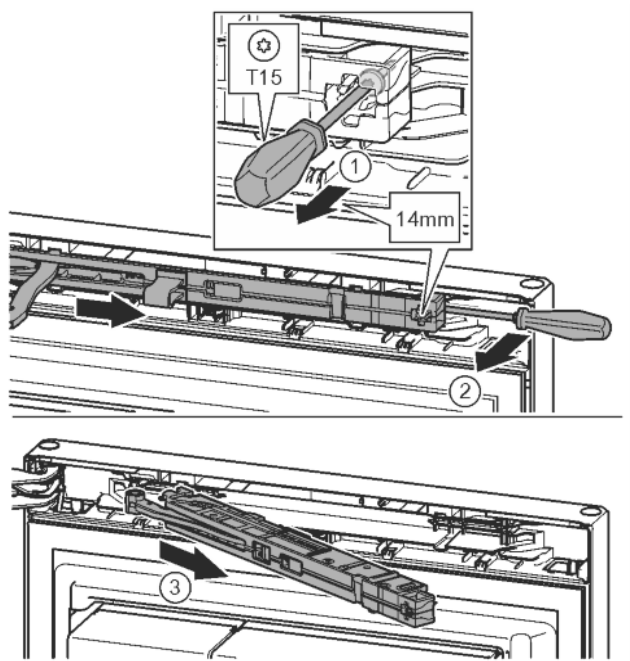

Fig. 11
- ▶ Przy pomocy śrubokręta T15 odkręcić śrubę na amortyzatorze zamykania drzwi ok. 14 mm. Fig. 11 (1)
- ▶ Od strony uchwyty, za amortyzator zamykania drzwi wsunąć śrubokręt i obrócić do przodu. Fig. 11 (2)
- ▶ Wyjąć amortyzator zamykania drzwi. Fig. 11 (3)